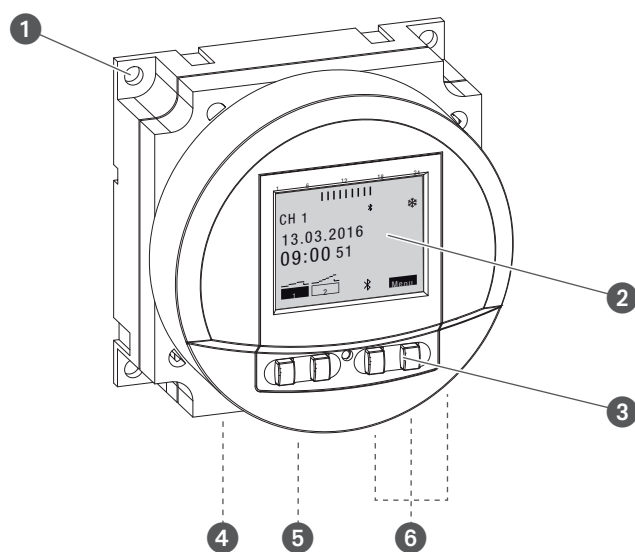
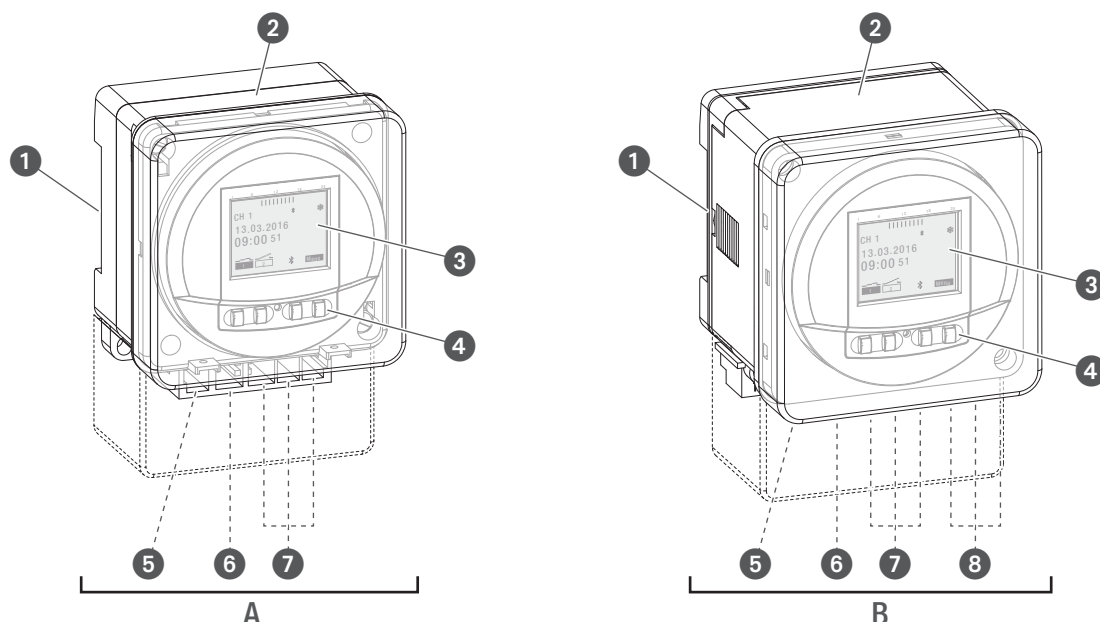

Fig. 1: Temporizador FMD smart
Fig. 2: Temporizador tactic smart
En función de cada modelo, el temporizador puede montarse empotrado, en el exterior o en un carril DIN por medio de un sistema de montaje rápido (↗ Capítulo «Instalación» en la página 230); el temporizador controla el aparato conectado a él. El temporizador dispone de 1 o 2 canales, dependiendo del modelo, y se maneja a través de un display (fig. 1/②, fig. 2/③) con 4 botones de mando (fig. 1/④, fig. 2/④). El temporizador puede programarse manualmente o desde un dispositivo móvil. La frecuencia de la señal de radio es de 2,4 GHz y la potencia máxima de emisión de 1,8 mW. La programación del temporizador solo puede realizarse una vez conectado este a una tensión de alimentación externa.